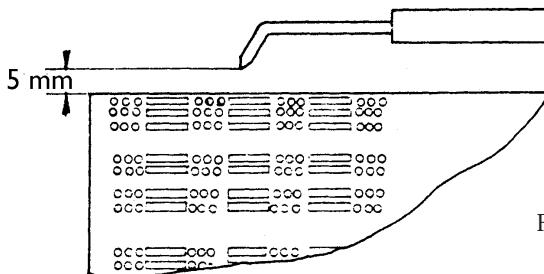

Fig. 2
- Kontrollér tændelektrodens position (se Fig. 2).